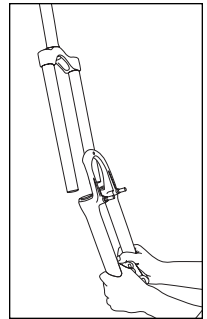

Fig. 6
7. Ziehen Sie die einteilige untere Rohreinheit ab (siehe Abb. 6) Entfernen Sie die Gabel-Boots.